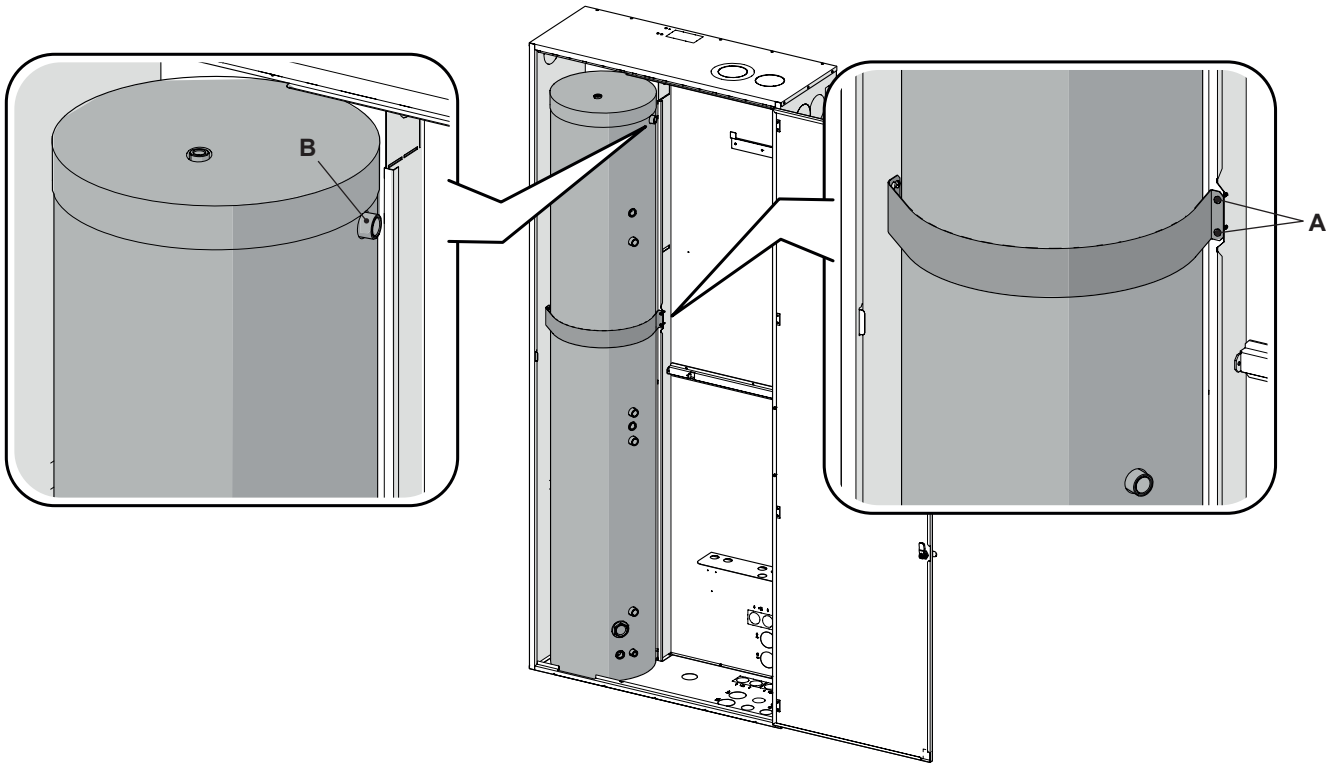

Figura 2.4
• Inserire il bollitore all'interno della controcassa e assicurarla con la fascia di contenimento come raffigurato in (Figura 2.4).